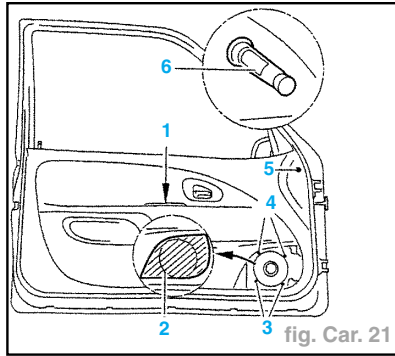

fig. Car. 21
- Déposer (fig. Car. 21) :
- la grille haut-parleur (2),
- le haut-parleur (vis (3) et (4)),
- la poignée de lève-vitre (6) (suivant équipement),
- la commande réglage rétroviseurs extérieurs (vis (1)),
- la vis (5).